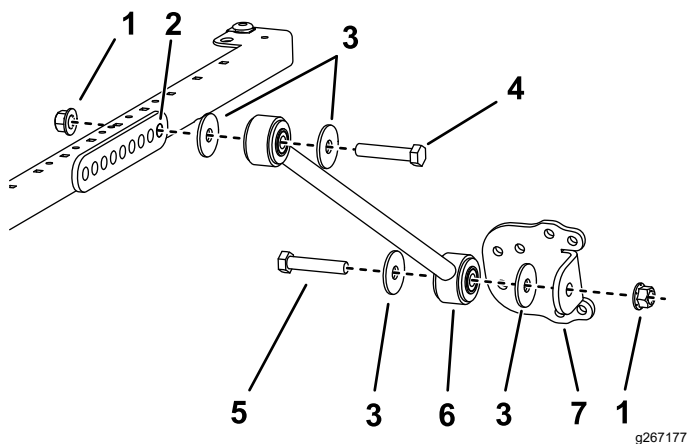

Figura 41
- Sujete provisionalmente un soporte de tirante a cada tirante con un perno (1/2" x 2 1/2"), 2 arandelas (1/2") y una tuerca con arandela prensada (1/2"), según se muestra en la Figura 41.